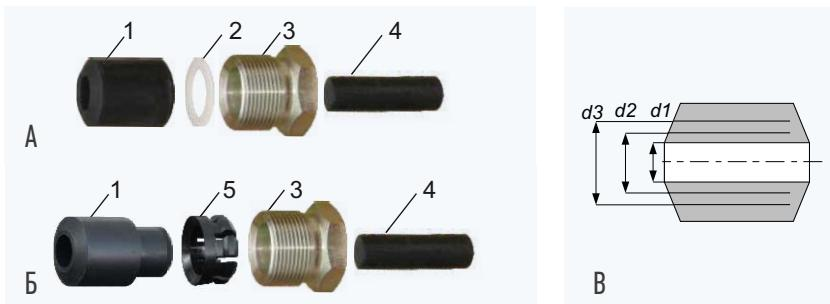

Рис. 2. Устройство крепления металлорукава УКМ-10 (-12) для кабельного ввода "D12":
1) Устройство крепления металлорукава "УКМ10" или "УКМ12" для кабельного ввода D12* (рис. 2). Устройства предназначены для крепления металлорукава, внутренним диаметром 10 мм (УКМ10) и 12 мм (УКМ12). Состоят из резьбовой втулки 1 (сталь) и втулки 2 (латунь). Крепление осуществляется наворачиванием металлорукава на втулку 2, на конце которой предварительно выполняется выступ (~ 1,5 мм) при помощи плоскогубцев.